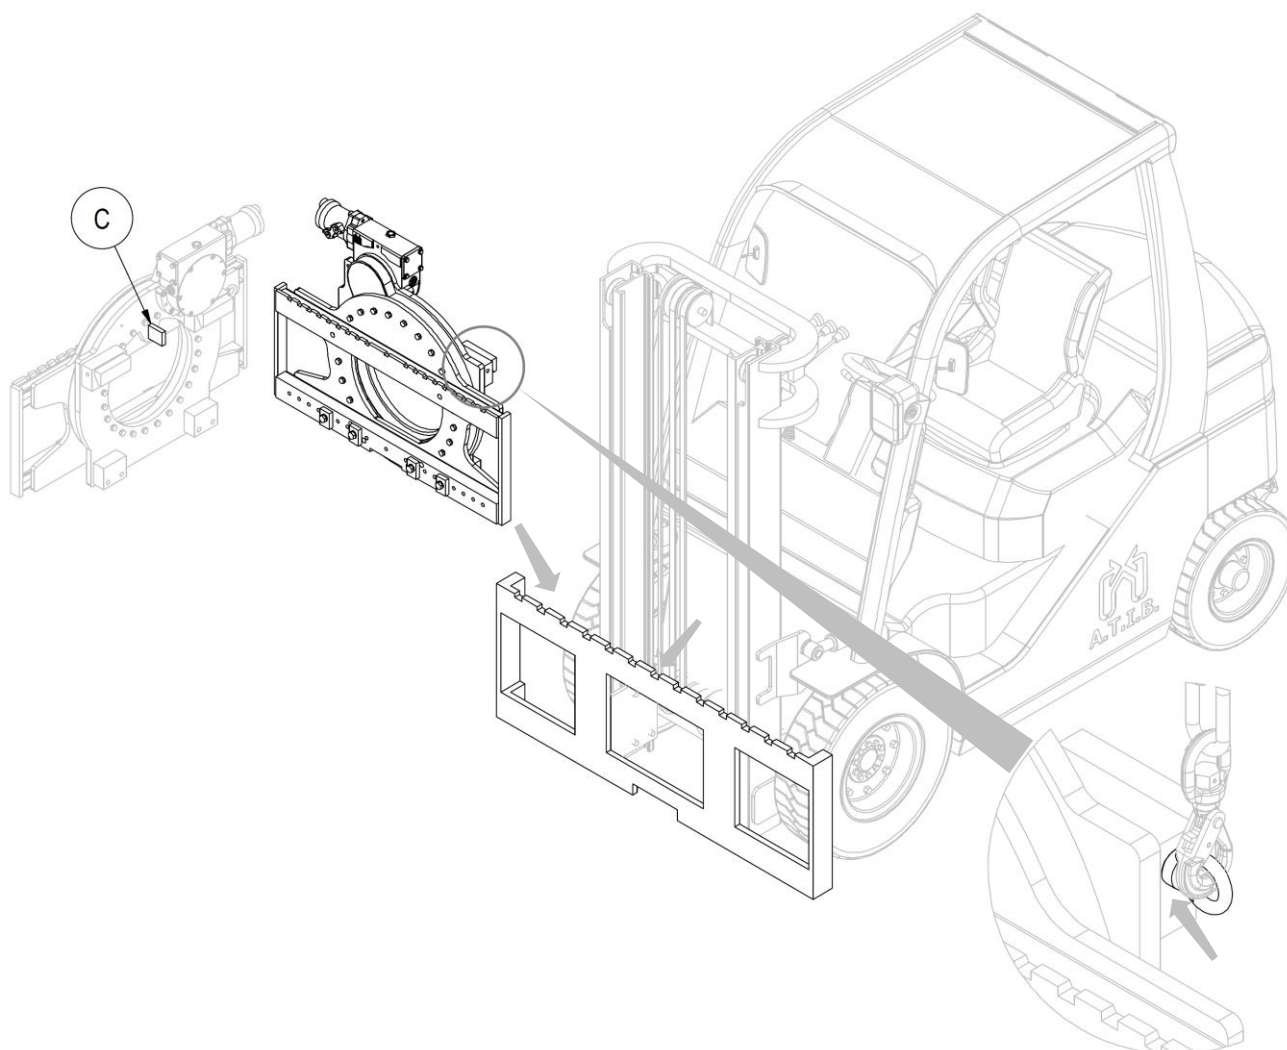

Figura 5
5. Per la movimentazione devono essere usati esclusivamente golfari orientabili, i quali vanno avvitati negli appositi fori laterali (vedi dettaglio *Figura 5*).
6. Con un carroponete o un paranco di portata sufficiente posizionare l'attrezzatura sulla piastra porta forche, avendo cura di incastrare il dente di centraggio **C** nella tacca centrale della stessa (vedi *Figura 5*).